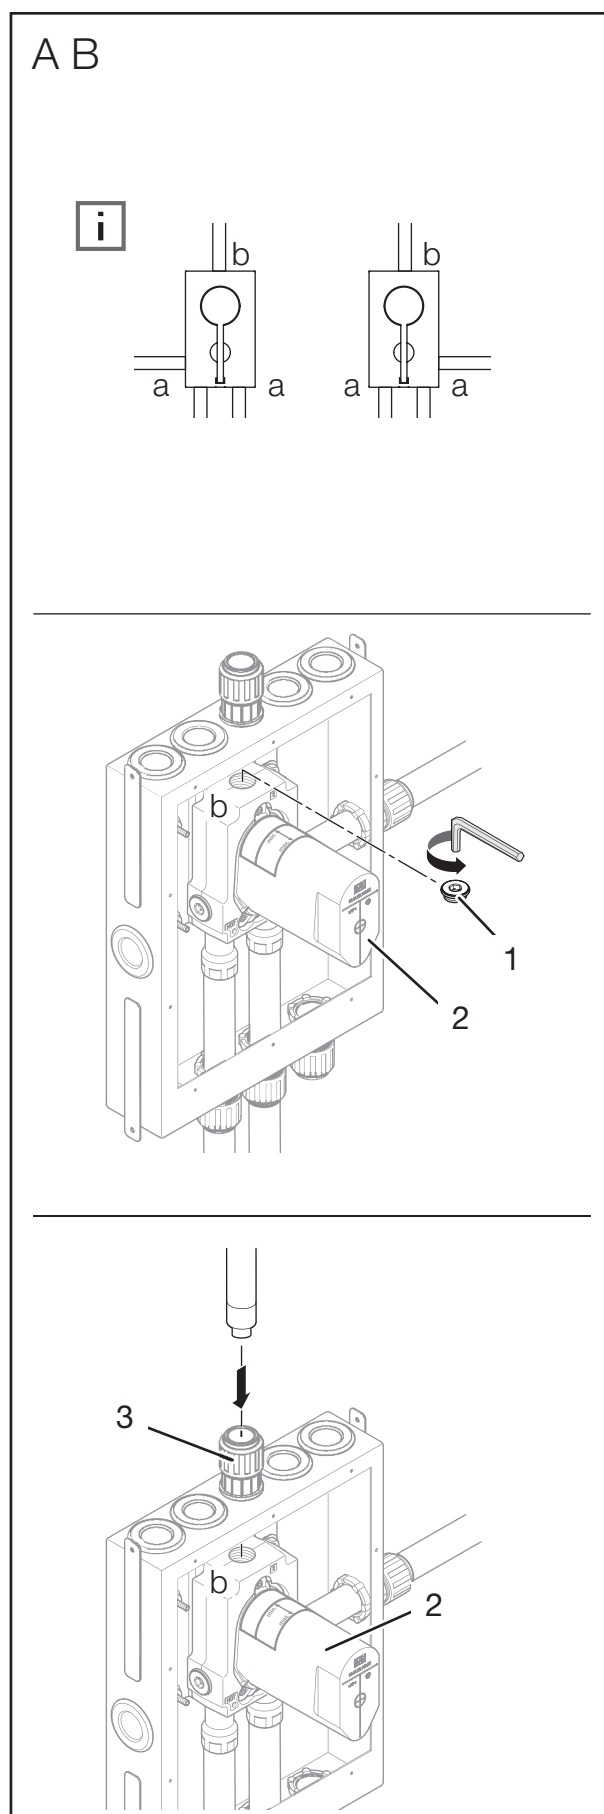

Fig. 10: Installation av handduschset
1. Lossa mässingspluggen (fig. 10/1) vid anslutning (b) på produkten (fig. 10/2) med hjälp av en 10 mm insexnyckel.
2. Ta bort mässingspluggen (fig. 10/1) från anslutningen på produkten (fig. 10/2).
3. Dra media- och skyddsörret genom genomföringen i inbyggnadslådan (fig. 10/3).
4. Anslut vattenröret till anslutningen på produkten (fig. 10/2) enligt rör- och kopplingstillverkarens anvisningar.
5. Dra åt skruvkopplingen på skyddsörsgenomföringen på inbyggnadslådan (fig. 10/3) enligt Joramarks monteringsanvisning.